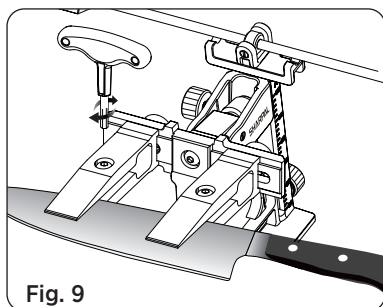

Fig. 9
3. Ajuste la posición de la cuchilla de manera que la distancia desde el extremo de cada pinza hasta el filo sea igual para ambas pinzas. Una vez que la posición de la cuchilla esté correctamente ajustada, apriete firmemente los tornillos de fijación en ambas pinzas usando la llave. (Ver Fig. 9).